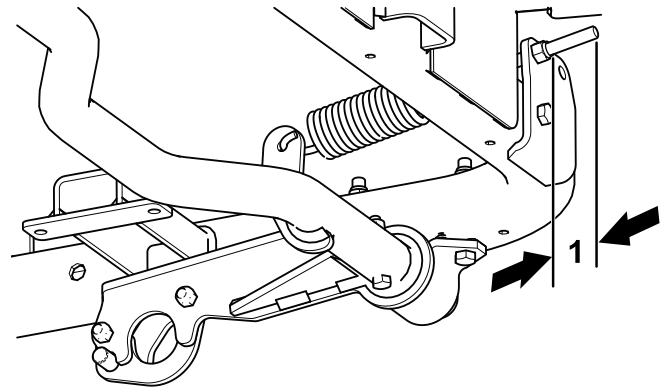

Figura 20
3. Apriete las contratuercas que sujetan la varilla del muelle hasta que se vea 6-13 mm ($\frac{1}{4}$ "- $\frac{1}{2}$ " de rosca para tensar el muelle (Figura 20).